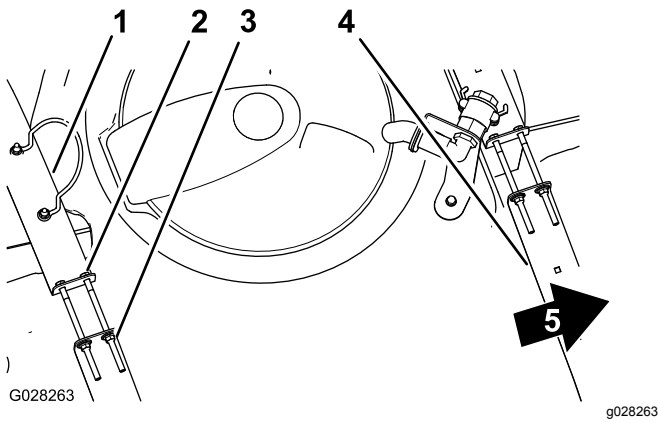

Bild 25
- Prüfen Sie, ob Sie zwischen den Behälterriemen und dem Behälter eine Bewegung feststellen können (Bild 25).
- Wenn die Behälterriemen lose am Behälter angebracht sind, ziehen Sie die Sicherungsbundmutter und Schrauben oben an den Riemen an, bis sie mit der Behälterfläche bündig sind (Bild 25).